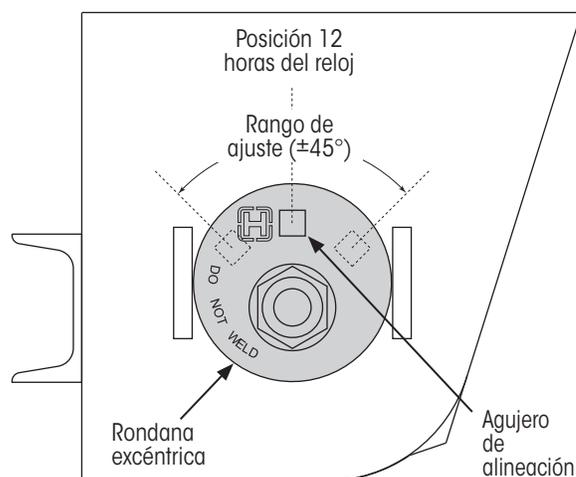

Figura 24: Detalles de orientación de la rondana excéntrica
3. **Inspeccione** la orientación del agujero de alineación en la rondana excéntrica (Figura 24). El agujero de alineación debe estar en la posición de las 12 horas, el cual es el punto medio del rango de ajuste de alineación.